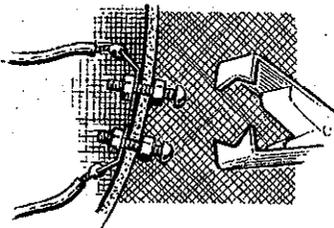

Fig. 5
- obligation d'avoir un moteur découvert, sinon employer le système de la figure 5.